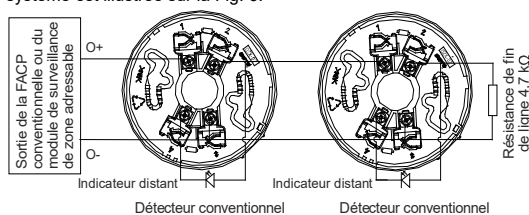

Fig. 6
- ✧ Lorsque le détecteur est connecté à une centrale incendie conventionnelle ou à un module de surveillance de zone adressable en série et si la résistance de fin de ligne active de 4,7 kΩ est reliée à la fin de la boucle de sortie, la base DB-01 doit être utilisée. La composition du système est illustrée sur la Fig. 6.